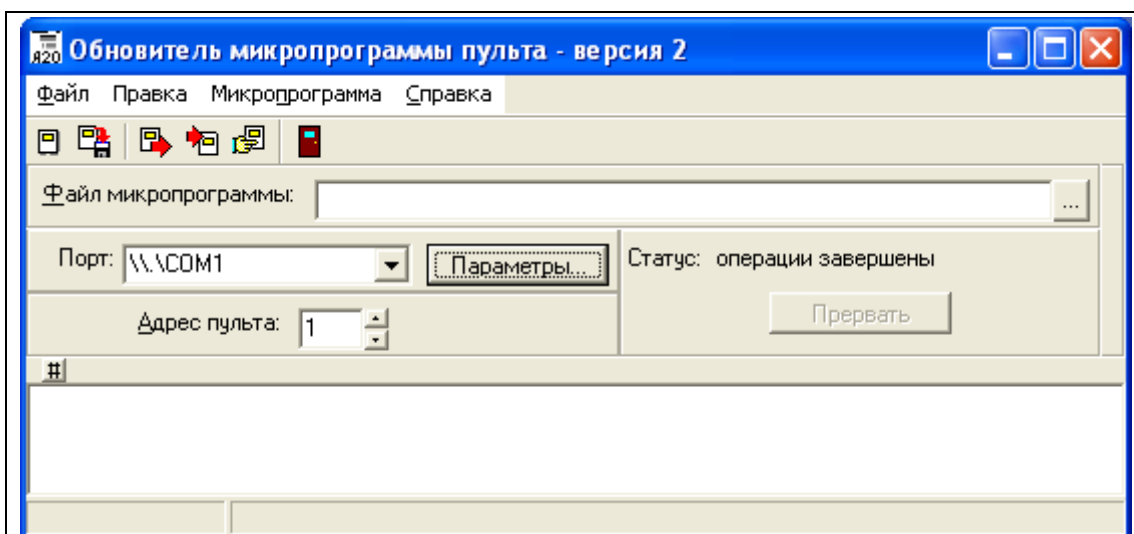

Рисунок 1.2 – Окно программы «Обновитель микропрограммы пульта – версия 2»
- 1.6 Запустите с компьютера файл **pult_upd2.exe** с программой обновления микропрограммы прибора «А-20» – откроется диалоговое окно «Обновитель программы пульта – версия 2» (см. рисунок 1.2).